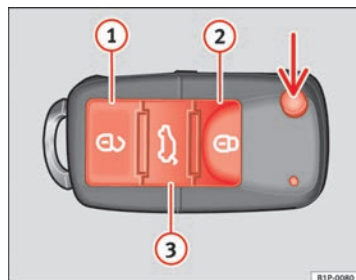

Fig. 62 Affectation des touches de la clé à radiocommande
La touche $\Rightarrow$ fig. 62 (flèche) de la radiocommande permet de débloquer le panneton de la clé.
Déverrouillage du véhicule $\Rightarrow$ fig. 62 ①. Les portes et le hayon sont déverrouillés.
Verrouillage du véhicule $\Rightarrow$ fig. 62 ②.
Déverrouillage du hayon. Appuyez sur la touche $\Rightarrow$ fig. 62 ③ jusqu'à ce que tous les clignotants du véhicule s'allument brièvement. Après avoir appuyé sur le bouton de déverrouillage $\Rightarrow$ fig. 62 ③, vous disposez de 2 minutes pour ouvrir le hayon. Une fois ce temps écoulé, il se verrouillera de nouveau.
D'autre part, le témoin de la pile de la clé $\Rightarrow$ fig. 62, clignotera.
En appuyant une fois sur la touche $\Rightarrow$ fig. 62 ①, seule la porte du conducteur s'ouvrira, et les autres portes resteront fermées.
- Appuyez sur la touche  ⇒ page 110, fig. 62 de la radiocommande. ►